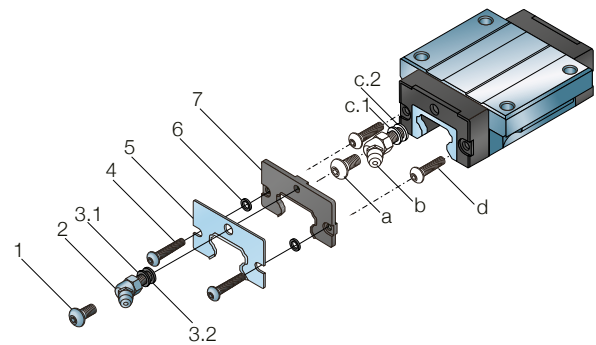

Abb. 28
1. Entfernen Sie den Schmiernippel (b) und die Unterlegscheiben (c.1 und c.2), oder die Stellschraube (a) (↳ Abb. 28)
3. Bringen Sie die zusätzliche vordere Dichtung (7) an der Endplatte an, und positionieren Sie diese genau gegen die Platte.
4. Die Unterlegscheiben für die Befestigungsschrauben (6) auf beiden Seiten anbringen. Die Unterlegscheiben werden zwischen dem Metallabstreifer (5) und der zusätzlichen Frontdichtung (7) eingelegt
5. Befestigen Sie das Metallabstreifblech (5) an der zusätzlichen vorderen Dichtung (7) an und richten Sie sie zueinander aus.
6. Montieren Sie die Befestigungsschrauben (4)
7. Schmiernippel (2) und Unterlegscheiben (3.1 und 3.2) einbauen, falls erforderlich.
8. Wenn der Schmiernippel nicht benötigt wird, stattdessen eine Stellschraube (1) eindrehen.